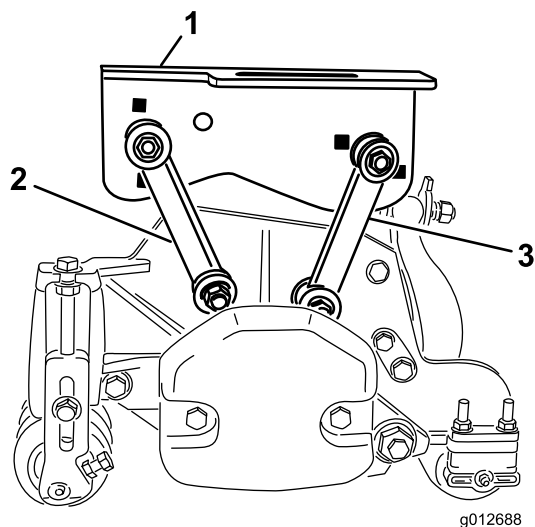

Figura 17
- Fixe as ligações de montagem frontais à estrutura de suporte intermédia com um parafuso (3/8 pol. x 2 1/4"), 2 anilhas de cabeça chata e uma porca de bloqueio, como se mostra na Figura 17. Posicione uma anilha em cada lado da ligação quando estiver a montar. Aperte os fixadores com uma força de 42 N m.
- Fixe as ligações de montagem traseiras à estrutura de suporte intermédia com um parafuso (3/8 pol. x 2 1/4"), 2 anilhas de cabeça chata e uma porca de bloqueio, como se mostra na Figura 17. Posicione uma anilha em cada lado da ligação quando estiver a montar. Aperte os fixadores com uma força de 42 N m.